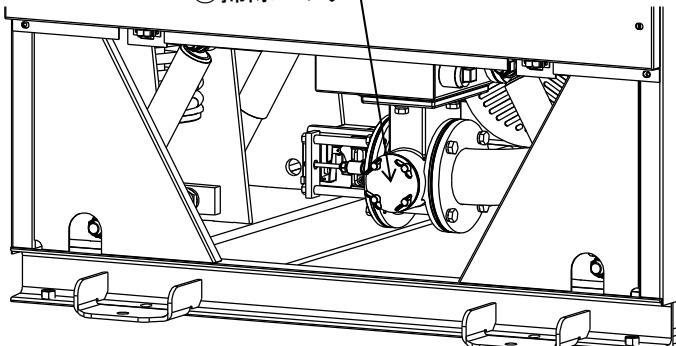
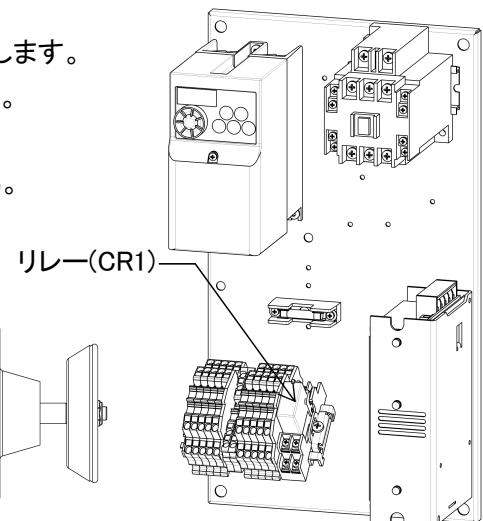

図 8-13
図 8-14
- ・前面下部カバーを外します。(図 8-13)
- ・前面に⑯掃除口フタが見えます。
- ・⑯蝶ナットを緩め、⑯掃除口フタと⑯掃除口フタパッキンを外します。
- ・排水弁内のゴミを取り除き、⑥排水弁補助弁表面に付着物がある場合は拭き取ります。
- ・⑥排水弁補助弁にひび割れや損傷がないか確認します。
- 問題が発見されたなら、⑥排水弁補助弁を新しい物と交換すること。
3) 排水弁の動作確認 (図 8-14, 15)
- ・⑯蝶ナットを緩め、⑰掃除口フタと⑯掃除口フタパッキンを外します。